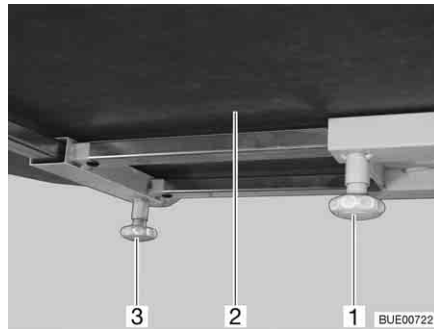

Bild 95 Fester Tisch
- Rändelschraube (Bild 95,1) lösen.
- Tischplatte (Bild 95,2) in die gewünschte Position verschieben.
- Rändelschraube (Bild 95,3) lösen.